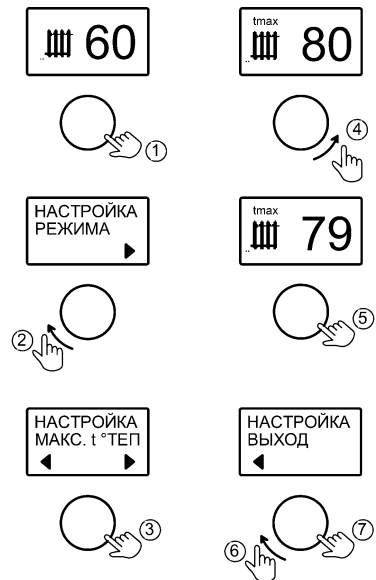

Рисунок 11. Настройка максимальной температуры теплоносителя
10.3 Вкладка «МАКС. t° ТЕПЛОНОСИТЕЛЯ» предусмотрена для ограничения максимальной температуры теплоносителя при работе котла во всех режимах, за исключением «ГВС» (см. рис. 11).